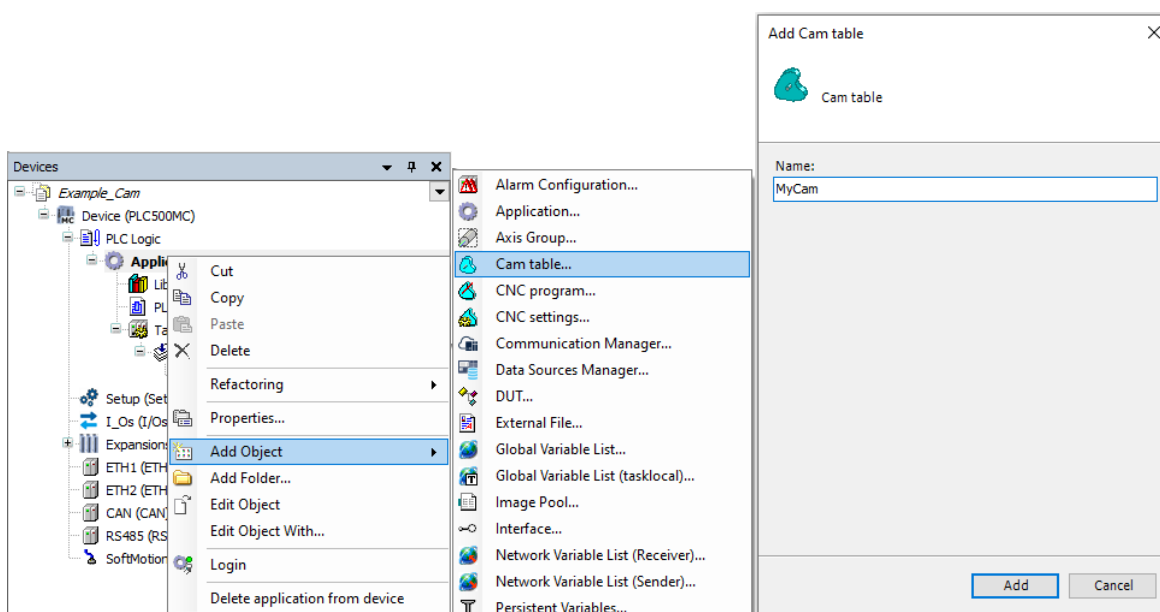

Figura 5.13: Criar tabela came.
- Na caixa de diálogo aberta, defina o nome como apresentado na Figura 5.13.